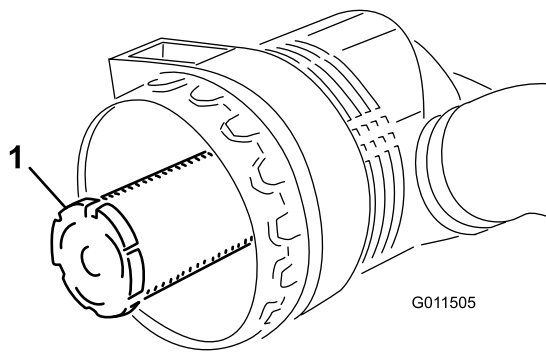

Figure 69
**Important:** N'essayez jamais de nettoyer l'élément de sécurité (Figure 69). Remplacez-le une fois sur trois, quand vous effectuez l'entretien du préfiltre.